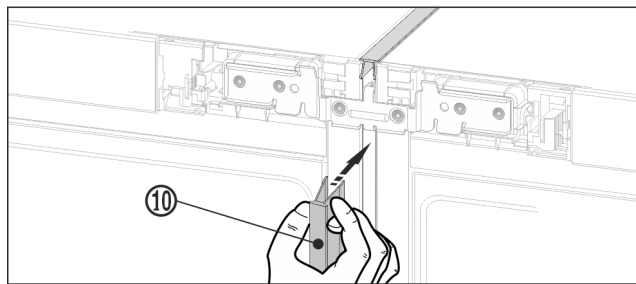

Fig. 22
- ▶ À l'avant, pousser la baguette longue Fig. 22 (10) dans la fente verticale. Veiller à ce que la baguette repose sur la tôle de jonction.